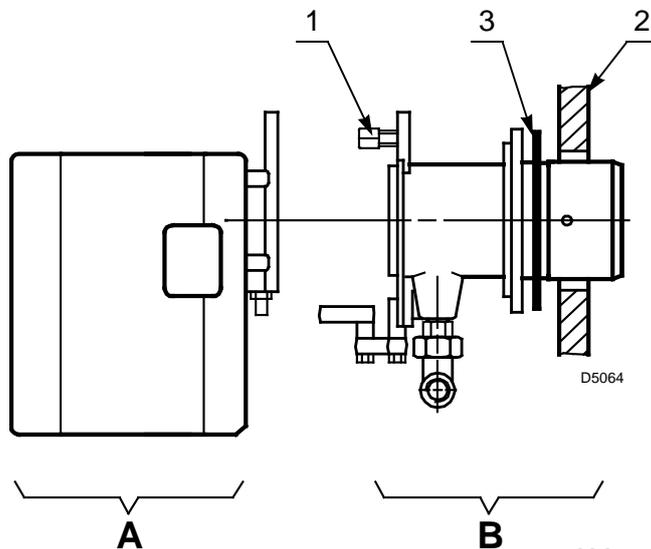

Abb. 10
- Den Flammkopf vom Brenner ausbauen, dazu die Mutter (1) abnehmen und die Gruppe A) herausziehen (Abb. 10).
- Die Gruppe B)(Abb. 10) an die Heizkesselplatte (2) befestigen und die beiliegende Isolierdichtung (3) einfügen.